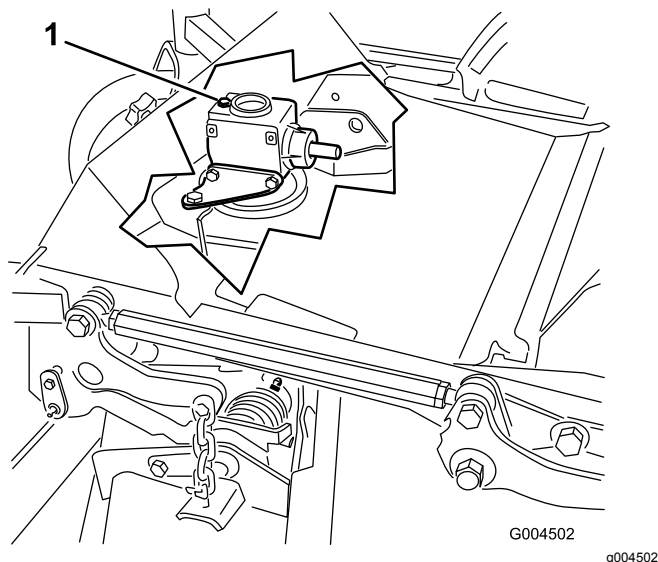

Figura 63
6. Togliete il tappo di riempimento/asta di livello da sopra gli ingranaggi (Figura 63) e verificate che il lubrificante si trovi tra i segni riportati sull'asta.
6. Togliete l'asta di livello/tappo di riempimento da sopra gli ingranaggi (Figura 63).